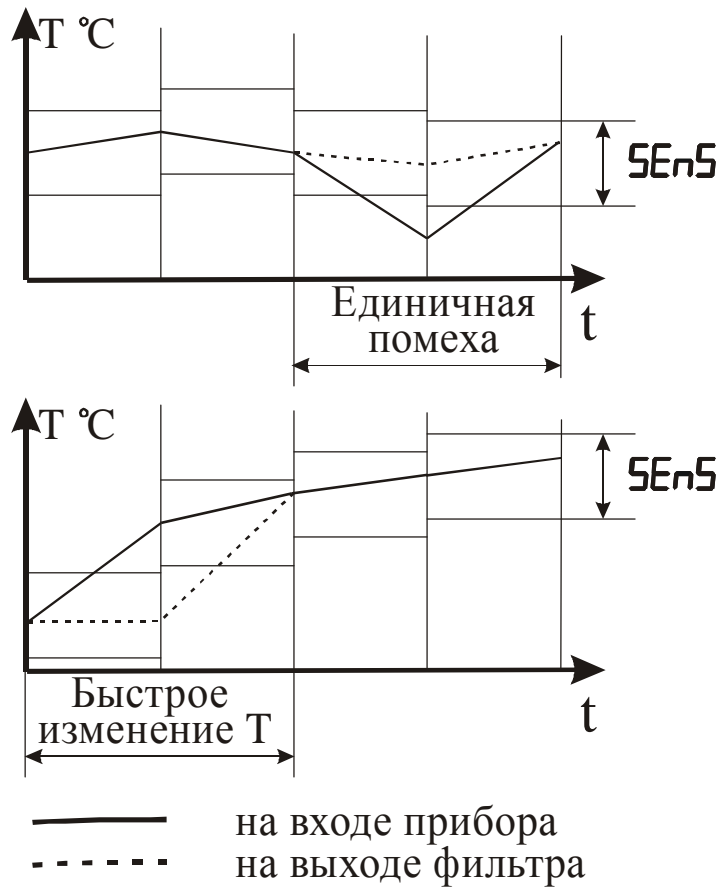

Рисунок 3.16 – Работа фильтра при воздействии случайной помехи и быстром изменении сигнала
3.3.3.8 С целью уменьшения влияния случайных импульсных помех на показания в прибор введена цифровая фильтрация. Работа фильтра описывается параметром “Полоса фильтра”. Если текущее значение температуры отличается от результатов предыдущего измерения на значение, которое превышает указанное в параметре “Полоса фильтра”, то проводится повторное измерение, а на индикаторе остается старое значение (см. рисунок 3.16). О повторном измерении свидетельствует мигание светодиодного индикатора “К” зеленого свечения по соответствующему каналу.